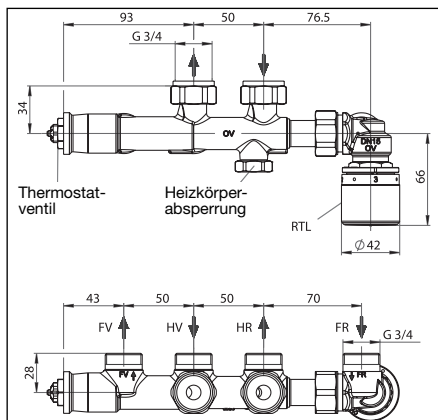
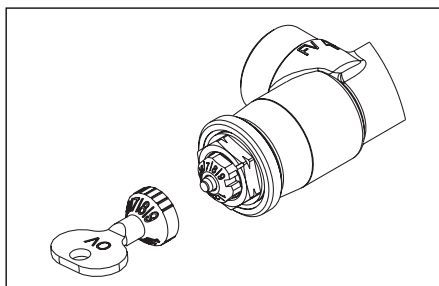

Abb. 3 Abmessungen Anschlussarmatur
Abb. 10 Voreinstellung Thermostatventil
Der Heizkörper ist unter Beachtung der Einbaumaße (Abb. 3) zu befestigen. Hierzu ist zudem der spätere Wandaufbau (z.B. Fliesen) zu berücksichtigen. Die Rohrleitungen des Heizkreises entsprechend abblenden.
Vor der Inbetriebnahme muss die Anlage aufgefüllt und entlüftet werden. Dazu ist zunächst die Voreinstellung des Thermostatventils in die größte Position zu drehen (Voreinstellung '9', Abb. 10).
Das Thermostatventil (Abb. 3) auf die berechnete Voreinstellung mit Gabelschlüssel SW 13 oder mit Spezialschlüssel einstellen (Abb. 10).
Den Rücklaufftemperaturbegrenzer (Abb. 3) auf den festgelegten Sollwert (Werkseinstellung: $3 \approx \text{ca. } 30^\circ\text{C}$) einstellen.
2. Schutzkappe von der Heizkörperabsperung (Abb. 3) entfernen.